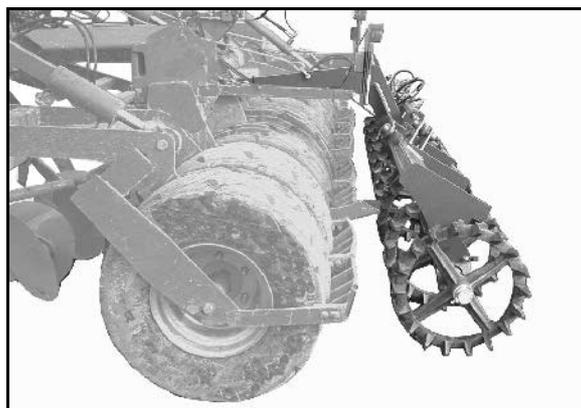

Fig. 41
- Gussring-Walzen (Fig. 41) oder